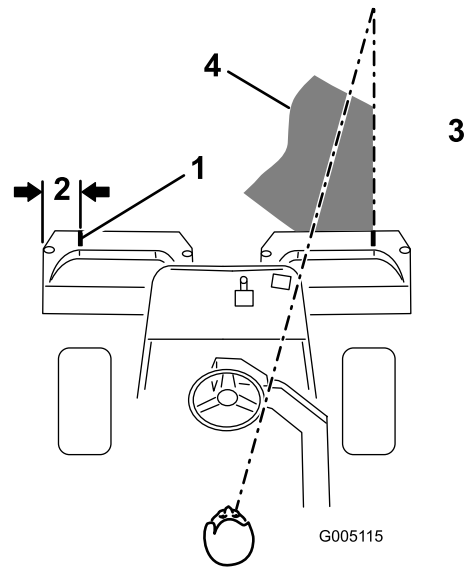

Figura 9
- Coloque un trozo de cinta blanca o pinte una raya en cada recogedor, paralelo al borde exterior de cada uno (Figura 9).